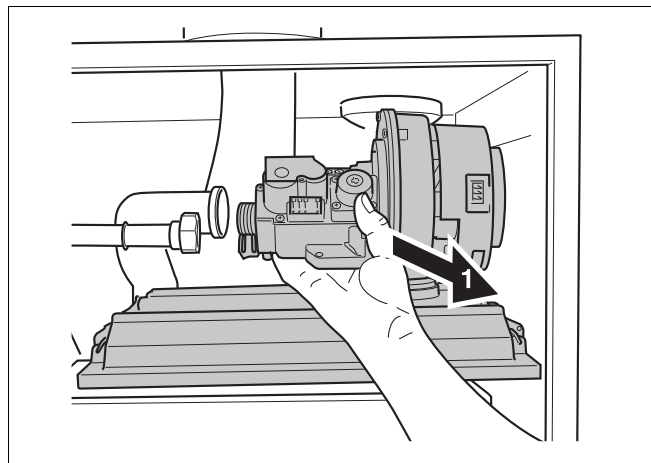

Рис. 104 Демонтаж крышки горелки с газовоздушным блоком
- Снять крышку горелки с газовоздушным блоком (рис. 104).